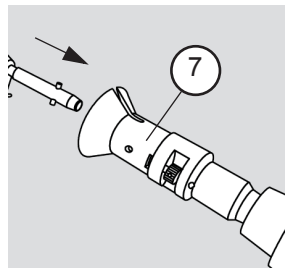

Abb. 2.5.2
- Das Anschleißteil ist vor dem Anschluss an den Leiter mit seiner Spindel in der Kupplung (Abb. 2.1.1/Pos. 7) der Erdungsstange einzurasten und gegebenenfalls gegen unbeabsichtigtes Lösen zu sichern (siehe Abb. 2.5.2).